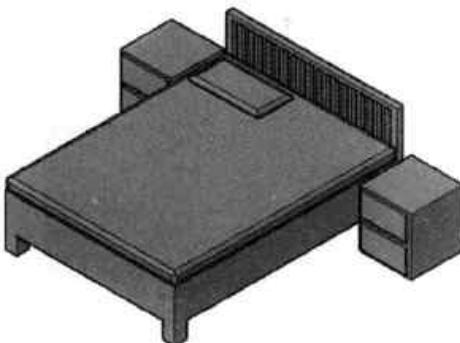

图14-72 绘制枕头模型
**Step19** 执行“长方体”命令，绘制长 600mm、宽 300mm、高 50mm 的长方体，并将其进行倒圆角，圆角半径为 30mm，完成枕头模型的绘制，如图 14-72 所示。